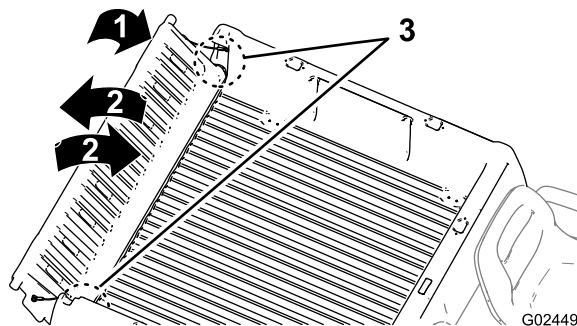

Figura 13
2. Abra la compuerta trasera a un ángulo de 45° aproximadamente (Figura 13).
3. Mueva el portón trasero varias veces hacia adelante y hacia atrás, con breves sacudidas (Figura 13).